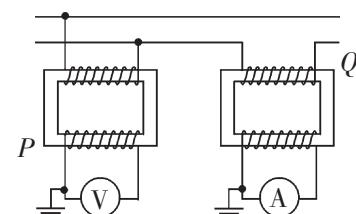

图 2-6-9
- (1) 原线圈和副线圈中的电压跟它们的匝数的关系式。
- (2) 原线圈和副线圈中的电流跟它们的匝数的关系式。
4. 如图 2-6-9 所示， P 是电压互感器， Q 是电流互感器，如果两个互感器的变压比和变流比都是 50，电压表的示数为 220 V，电流表的示数为 3 A，则输电线路中的电压是多少？输电线路中的电流是多少？